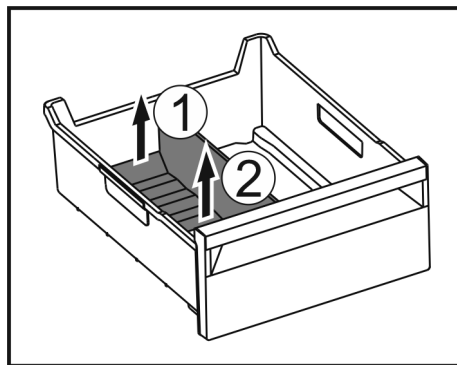

Fig. 117
- ▶ 提升冰格分隔器后部。 Fig. 117 (1)
- ▶ 向上取出冰格分隔器。 Fig. 117 (2)